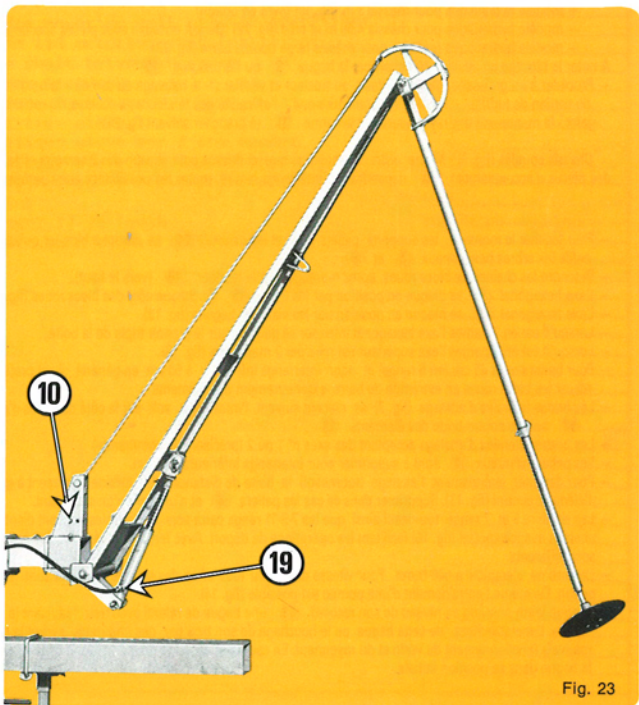

Fig. 23
- modèle hydraulique repliable pour châssis large double barre (fig. 23).
- hydraulic folding model for wide double bar frames (fig. 23)